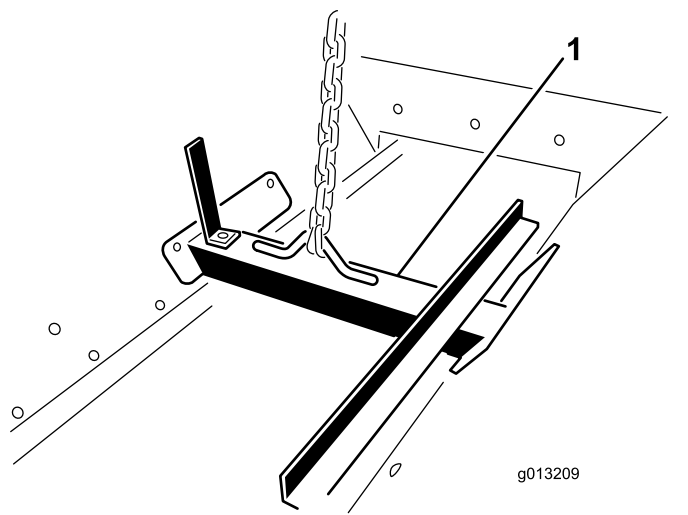

Figura 13
1. Conecte un dispositivo de izado al soporte de izado atornillado dentro de la tolva (Figura 13).